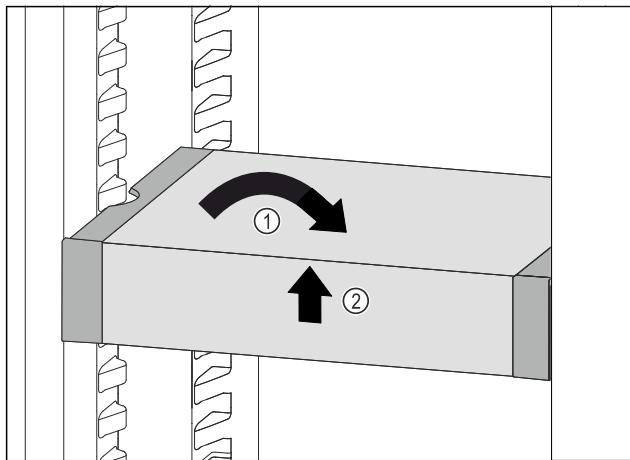

Fig. 37
- Вирівняти VarioSafe. Fig. 37 (1)
- Підняти VarioSafe спереду. Fig. 37 (2)